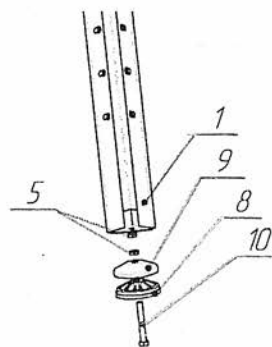

Рис. 2
4.3. Произвести сборку опорных ножек (рис. 2). На длинный болт поз.10 надеть вкладыш поз. 8, шайбу поз. 9 и затянуть одной гайкой поз. 5. Поставить собранный каркас вертикально, вернуть ножку в подпятник стойки поз. 1, отрегулировать горизонтальность полок стеллажа вращением ножки, зафиксировать соединение второй гайкой поз. 5.